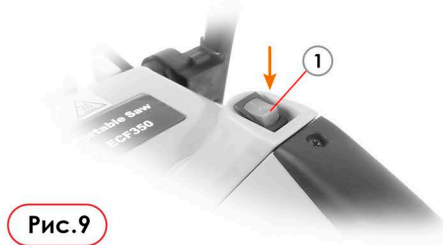

Рис.9
В нормальных условиях резчик следует выключать, когда двигатель работает на холостом ходу. Однако, если во время работы возникает неисправность или аварийная ситуация, вы можете немедленно остановить двигатель, нажав и удерживая аварийный выключатель (1) в передней части задней рукоятки (Рис. 9).